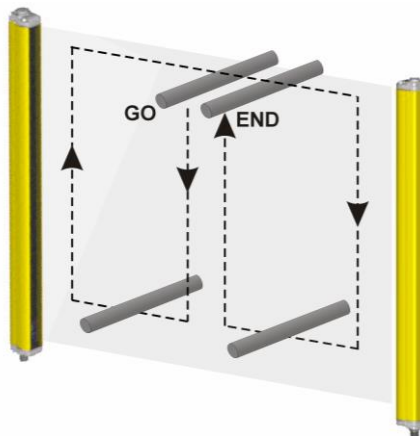

Abbildung 15 – Schema zur Überprüfung der Funktion
- Die AOPD während der Strahlenunterbrechung entlang des gesamten Erfassungsbereichs im OSSD-AUS-Zustand (➡) verweilt. Verwenden Sie dafür den entsprechenden „Teststab“ und befolgen Sie das Schema in Abbildung 15. Der entsprechende „Teststab“ hat ein Maß entsprechend der Auflösung der verwendeten AOPD, z. B. einen Durchmesser von 14 mm für einen Lichtvorhang mit 14 mm Auflösung.